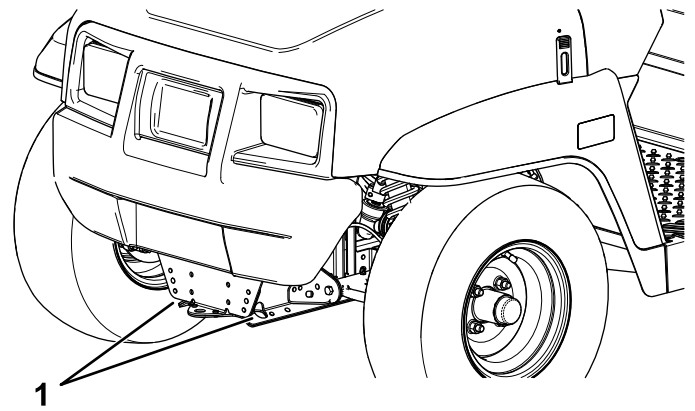
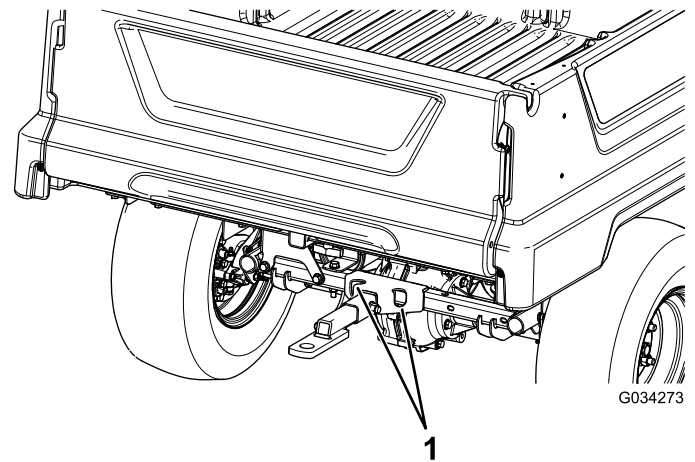

図 22
図 23
ロープがけポイントについては図 22 と 図 23 を参照してください。
2. 機体前部にある牽引トンクにロープなどの牽引索を取り付ける 図 22。